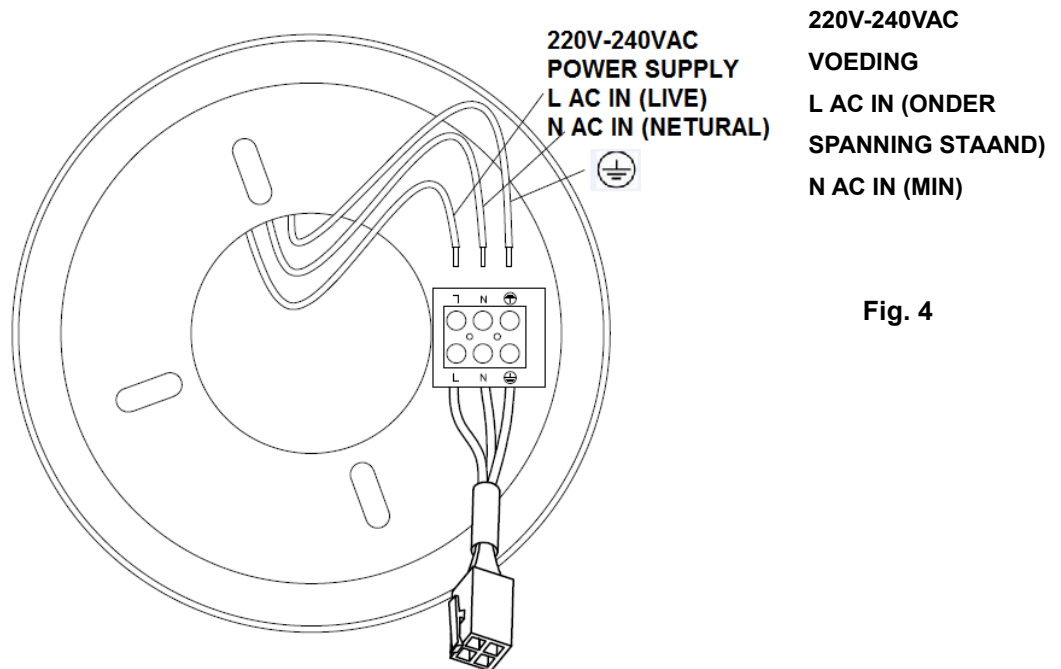

Fig. 4
- Gebruik het bedradingschema hieronder om de ventilator verder aan te sluiten (Figure. 4).
**VOORBEREIDING EN AANSLUITING VAN DE STROOMDRADEN --- BEDRADINGSSCHEMA (Fig. 4)**
**NOTE:** INDIEN ER TWEE OF MEER DC-PLAFONDVENTILATOREN OP EEN (1) PLAATS WORDEN GEÏNSTALLEERD, MOET ER VOOR ELKE PLAFONDVENTILATOR EEN APARTE SCHAKELAAR ZIJN. DIT IS EEN VEREISTE WANNEER DE AFSTANDSBEDIENING EN DE ONTVANGER ALS PAAR GEPROGRAMMEERD WORDEN